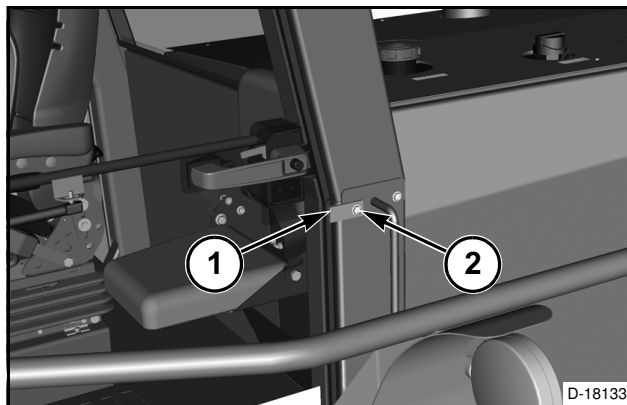

FIG. 1
FIG. 1: La máquina se envía con una tira de sujeción (1) en la puerta de la cabina. Esta tira evita que la puerta se abra y se dañe durante el envío de la máquina.